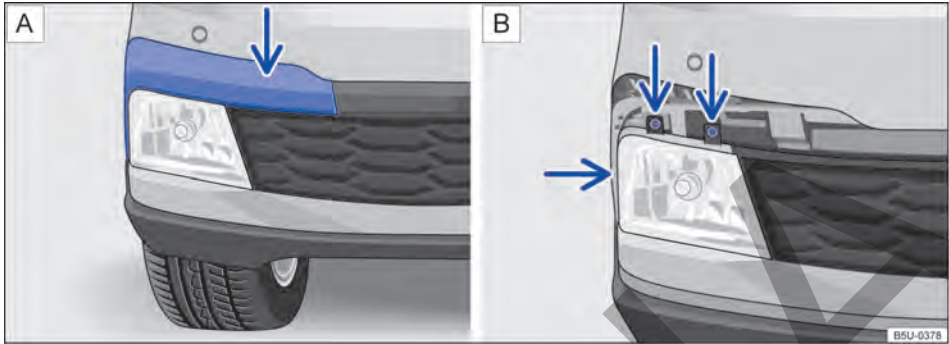

Fig. 147 En el paragolpes delantero: **A** desinstalar la moldura del farol de neblina y **B** retirar los tornillos del farol de neblina.
2. Desencajar la moldura, con cuidado → , primero del lugar indicado por la flecha → fig. 147 **A**. Desmontar completamente para acceder a los tornillos del farol de neblina.
3. Retirar los tornillos de fijación indicados por las flechas → fig. 147 **B**.